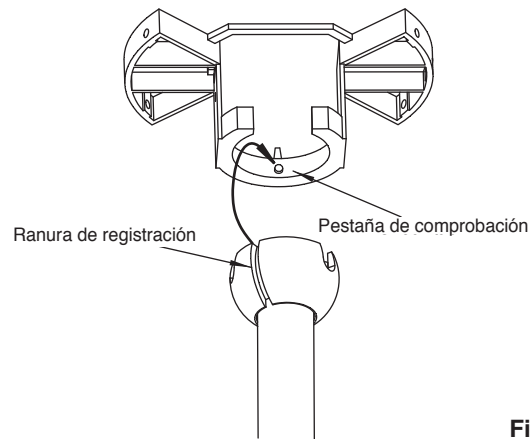

Fig. 7
**Paso 7.** Coloca la esfera del tubo bajante dentro del soporte de montaje colgante. (Fig. 7)